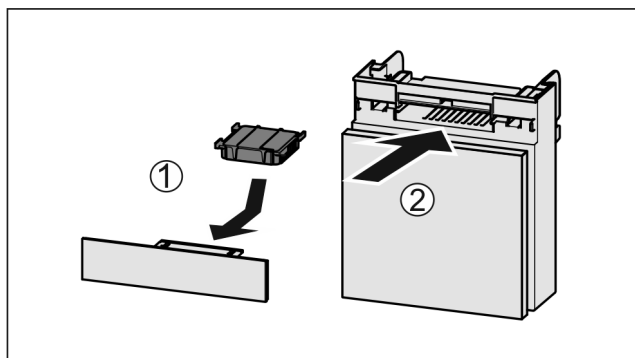

Fig. 76
- Actiefkoolfilter overeenkomstig afbeelding aanbrengen Fig. 76 (1).
- Lade erin schuiven Fig. 76 (2).